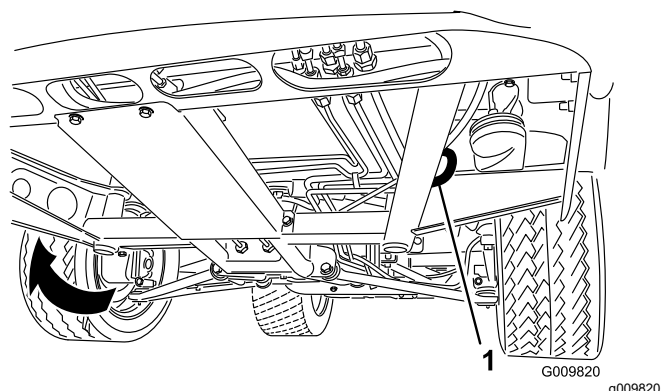
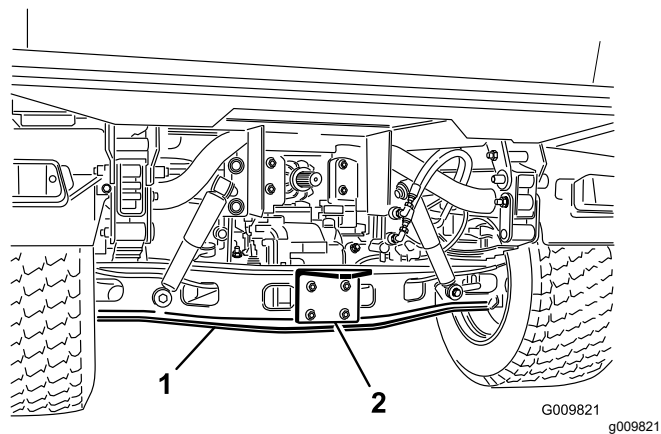

Figure 18
Figure 19
L'emplacement des points d'arrimage sur la machine est indiqué à la Figure 18 et la Figure 19.
1. Accrochez un câble de remorquage à la flèche d'attelage à l'avant du cadre de la machine (Figure 18).